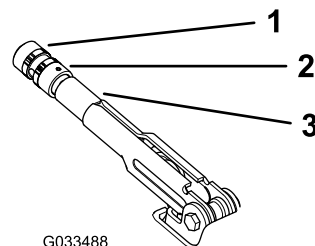

图59
2. 松开将旋钮固定到手刹操纵杆上的固定螺丝图59。
3. 旋转旋钮图59直至达到拉动手刹操纵杆需要的2022kg的力。
4. 调整完成后拧紧固定螺丝图59。